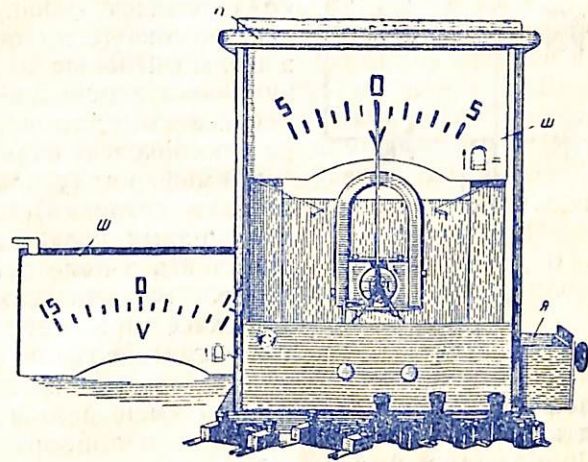

Рис. 2.
Прибор (рис. 2) заключён в корпус со стеклянными стенками, что даёт возможность видеть всё внутреннее устройство гальванометра, кроме выпрямителя. Выпрямитель помещён в нижнем отделении корпуса; шунты и сопротивления укладываются в специальный выдвижной ящик Я.
- 3) три добавочных сопротивления с надписями:  $5V=$ ,  $15V=$  и  $15V\sim$  (на рис. 2 шунты и добавочные сопротивления показаны перед прибором).